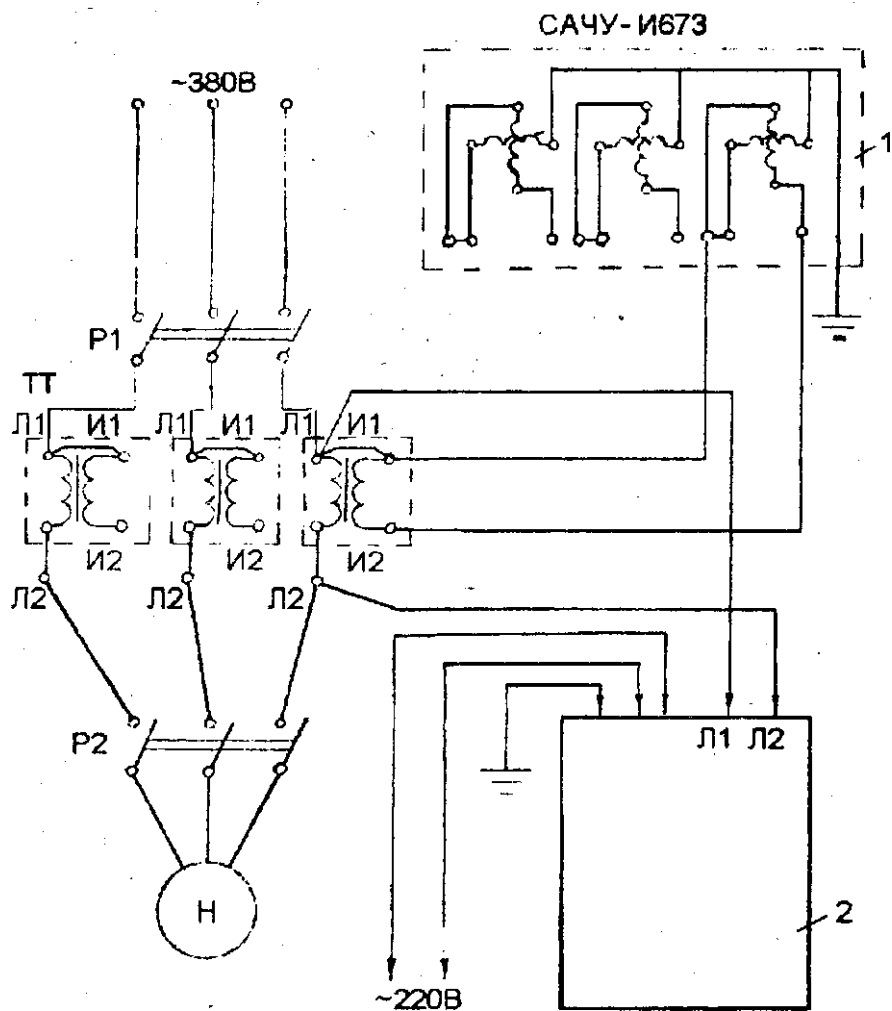

Рис.2. Схема подключения прибора для проверки правильности включения счетчика.
2.5.4 Схемы подключений прибора для проверки правильности включения счетчика и проверки коэффициента трансформации приведены на рис.2 и рис.3.